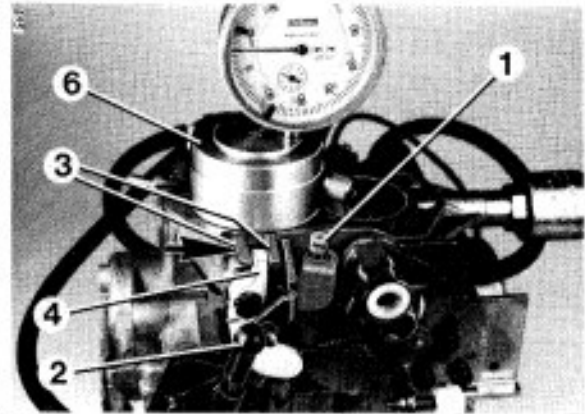

Bild 26
3.2 II. Stufe (Bild 26, 27)
- Drosselklappenanschlagschraube (1) herausdrehen bis diese nicht mehr anliegt.
- Gabel (3) des Drosselhebels leicht in Pfeilrichtung drücken und mit Meßvorrichtung (6) Bild 26, 27 vorgeschriebenen Wert einstellen.